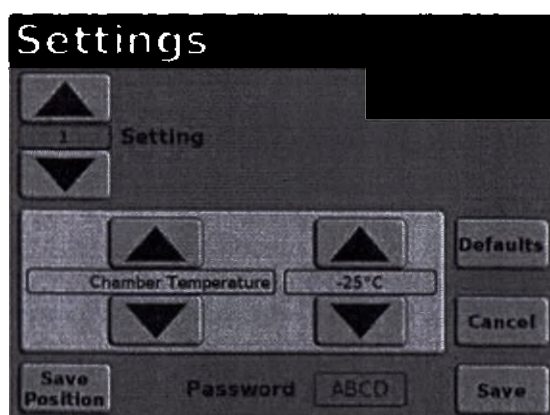

Рисунок 8.35
Температура в камере регулируется в диапазоне от -35 °C до 0 °C с интервалом 1 °C. Заводская настройка температуры в камере по умолчанию равна -25 °C (Рисунок 8.35).
1. Нажимайте кнопки [▲] или [▼] в голубом окне слева до тех пор, пока не появится пункт Chamber Temperature (Температура в камере) (Рисунок 8.35).